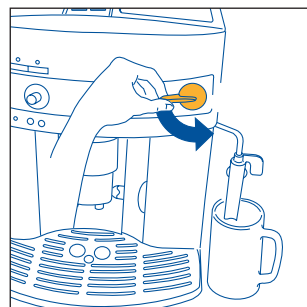

Fig. 5
3. **IMMEDIATAMENTE DOPO, ENTRO MASSIMO 30 SECONDI** ruotare la manopola vapore in senso antiorario fino a fine corsa (fig. 5) (è normale che la macchina diventi rumorosa).
- Ruotare la manopola vapore di mezzo giro in senso antiorario fino a fine corsa (fig. 5): l'acqua calda esce dal cappuccinatore e comincia a riempire il contenitore sottostante.
- Far defluire un po' di acqua o vapore per qualche secondo ruotando la manopola vapore in senso antiorario fino a fine corsa (fig. 5). Con questa operazione, il tubo vapore scarica l'eventuale latte che può essere rimasto al suo interno. **IMPORTANTE:** Per motivi di igiene si raccomanda di fare sempre questa operazione in modo da evitare che il latte ristagni nei circuiti interni del cappuccinatore.